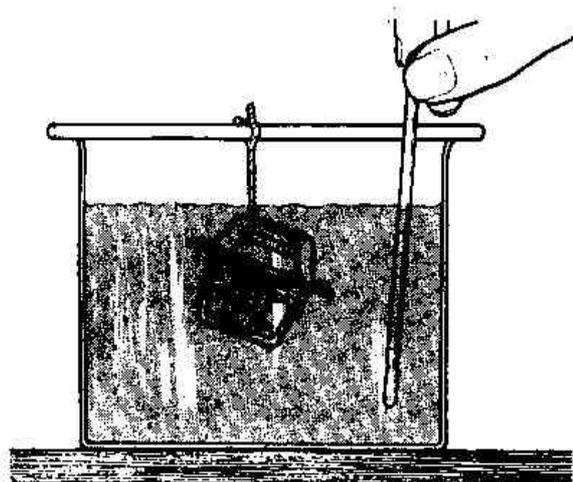

Рис.2.5. Проверка термостата (Разд.7)
7. Проверьте правильность работы термостата, поместив его в холодную воду вместе с термометром (Рис.2.5). Нагревайте воду и заметьте температуру, при которой термостат начинает открываться. Она должна равняться $82-92^\circ\text{C}$. Зимой рекомендуется установить термостат, который открывается при более высокой температуре. Продолжайте нагревать воду до полного открытия термостата. Затем дайте ей остыть естественным путем.